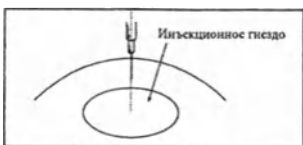

РИС. 10
- а) Вставьте новую стерильную иглу для подкожных инъекций калибра 21 (или меньшего) со стандартным углом среза 12° в инъекционное гнездо. В идеальном случае, игла должна выйти перпендикулярно верхней плоскости инъекционного гнезда, как показано на Рис. 10.